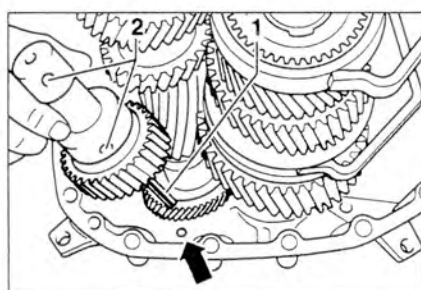

Рис. 5.42. Вставьте палец 1 в отверстие (стрелка) в корпусе коробки передач.
24. Вставьте палец 1 в отверстие (стрелка) в корпусе коробки передач (рис. 5.42). Вращайте вал передачи заднего хода так, чтобы шестерня установилась в зубьях шестерен на промежуточном и первичном валах, а отверстия 2 установились наружу по на-